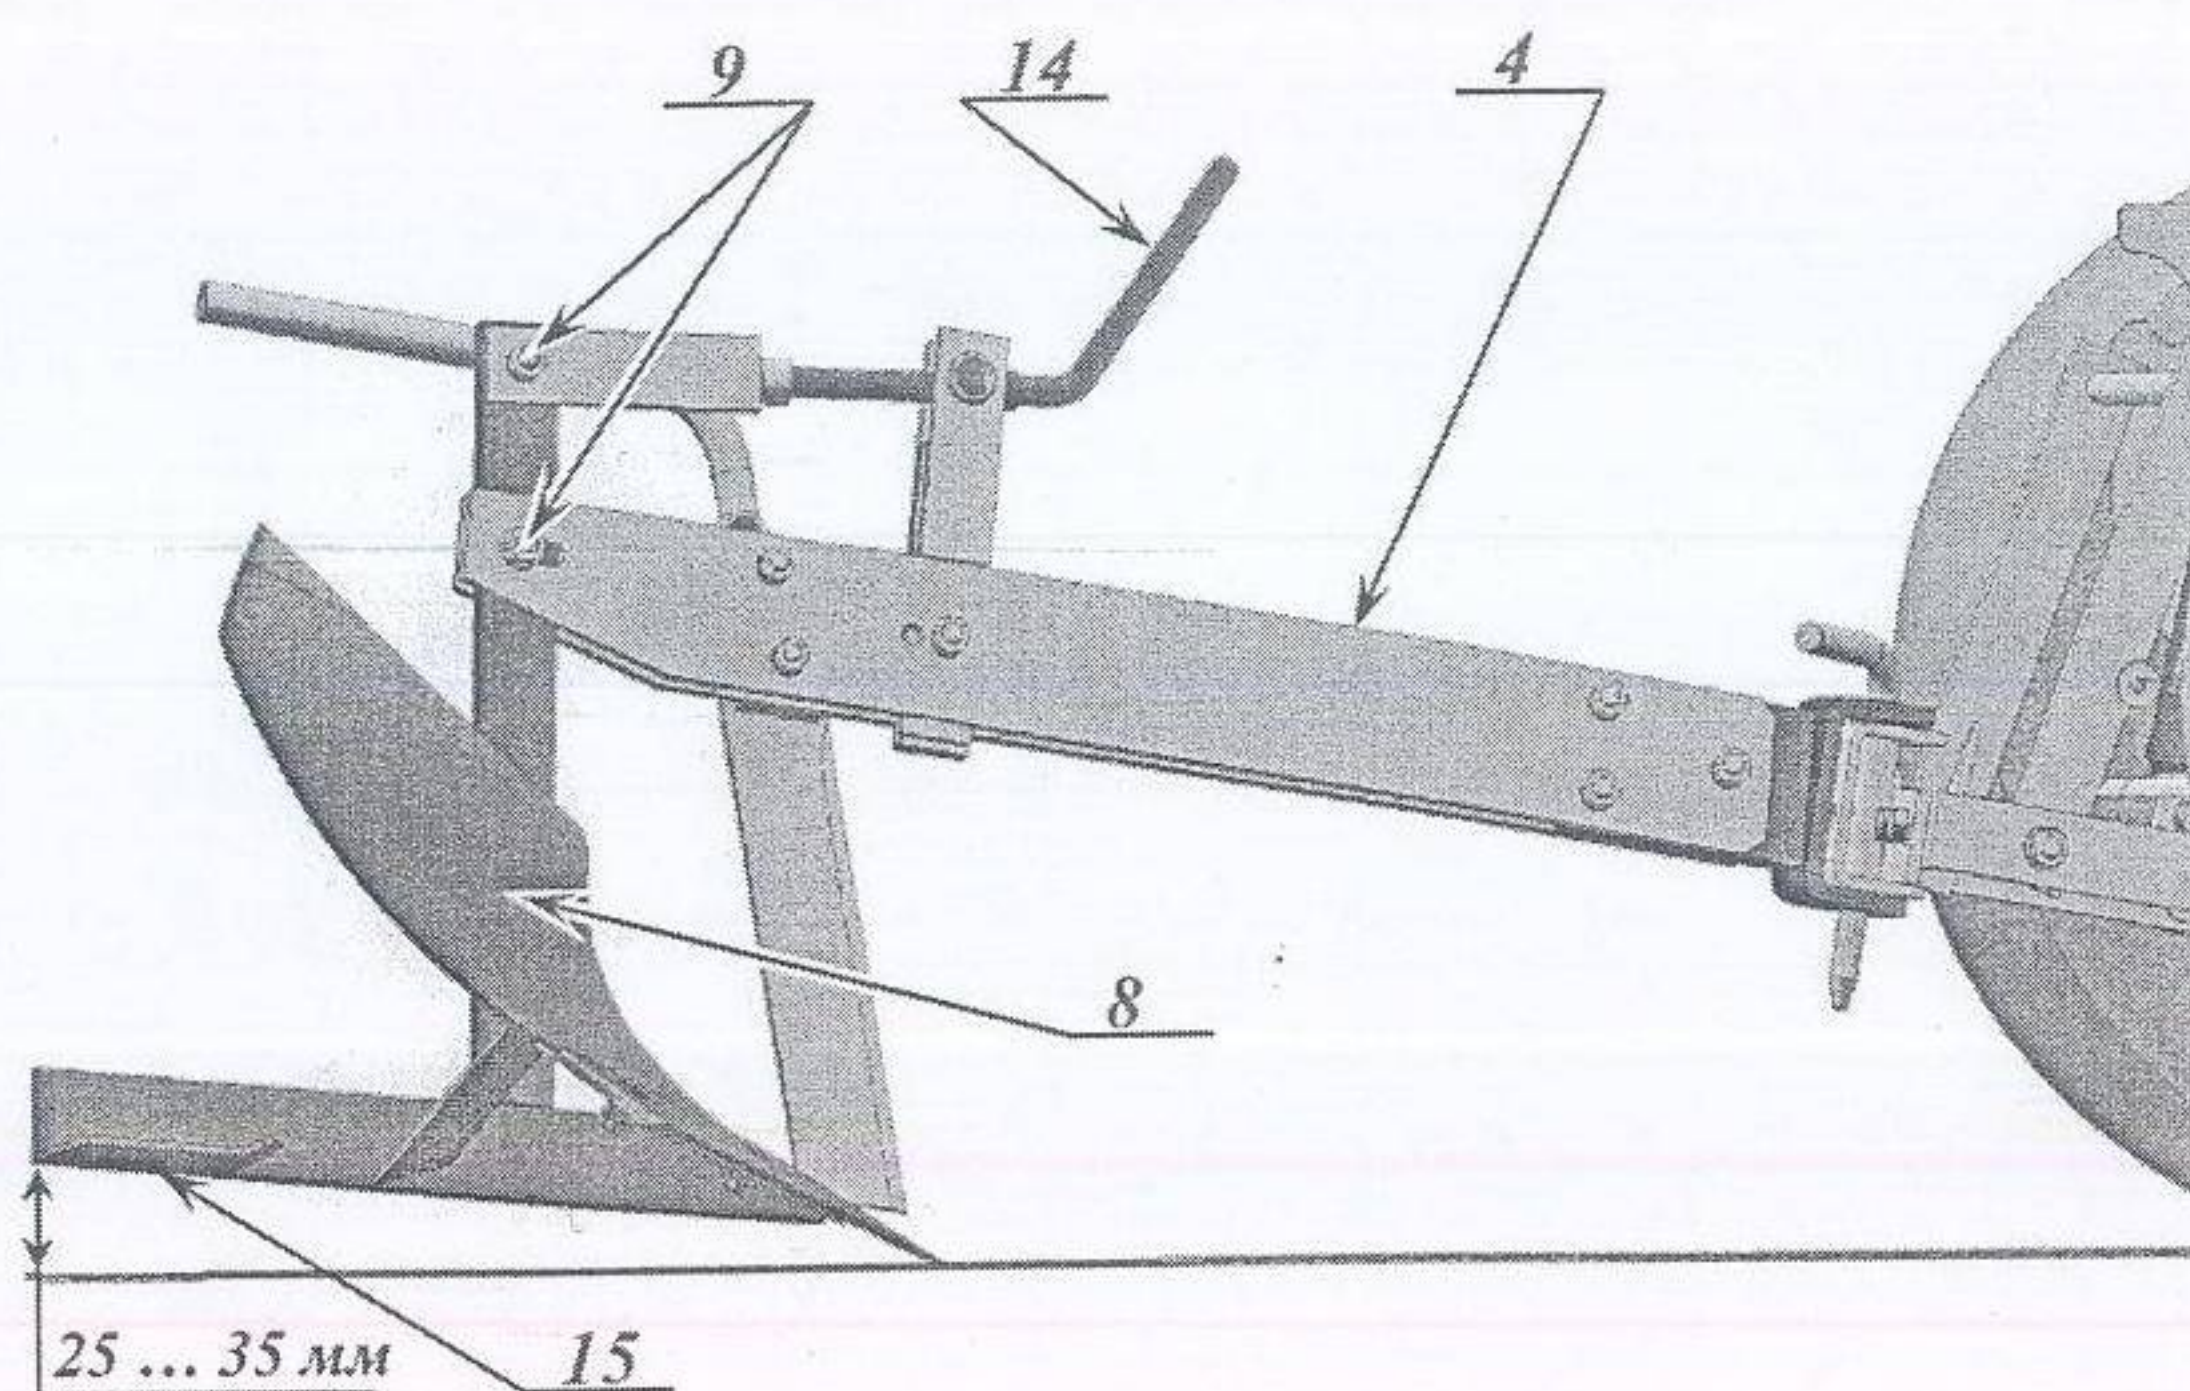

Рис.5
Первоначальная установка плуга (8) на требуемую глубину вспашки осуществляется, как показано на рис.5. Необходимо установить трактор на ровную площадку и вращением регулировочного винта (14) добиться такого положения пятки полевой доски (15) плуга (8), чтобы расстояние от пятки до поверхности составило приблизительно 25 ... 35 мм.